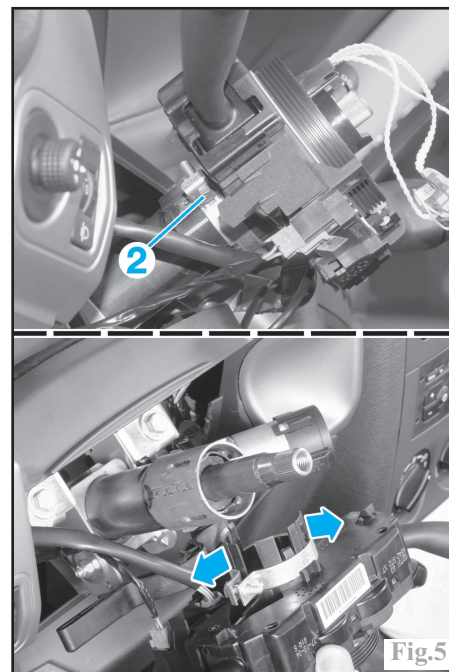

Fig.5
Desserrer la vis (2) du collier de maintien du boîtier de commodo (COM 2000) puis écarter les 2 languettes (sens fléchés) pour dégager le boîtier de la colonne et enfin débrancher les connecteurs avant de le déposer (Fig.5).